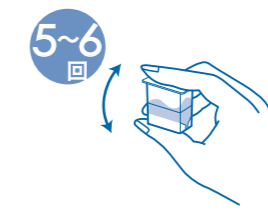

図11
⑪専用カップに蓋をして、強く押さえながら5~6回振り混ぜて均一にし、蓋をはずします。(図11)